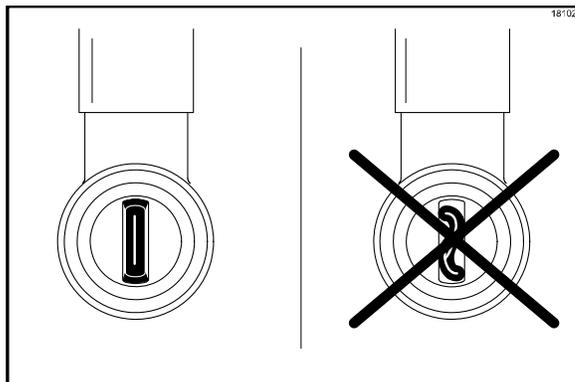

图 31
- 检查鸭嘴阀是否已正确地安装在糖浆鼻形管接头内。鸭嘴阀的尖端**必须平滑**以便密封糖浆管。（见图 31。）